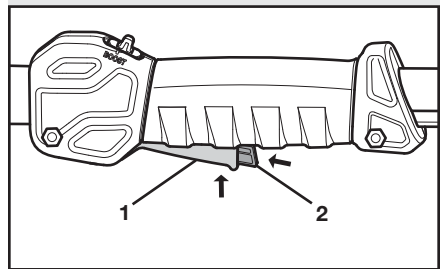

Fig. 4
2. Appuyez sur le bouton de verrouillage (2) dans la commande de l'accélérateur (1) et maintenez-le en place (Fig. 4).
3. Tout en continuant à maintenir le bouton de verrouillage enfoncé, appuyez sur la manette des gaz et maintenez-la également enfoncée pour démarrer l'appareil (Fig. 4).
1. Relâchez la manette des gaz (1) et attendez que toutes les pièces mobiles s'arrêtent complètement (Fig. 4).